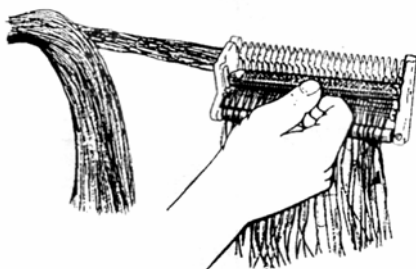

Рис. 6.24. Установка корпуса модуля в сращивающей головке
6.1.23. Корпус модуля срезанным углом влево и от себя уложить в сращивающую головку на основание, в которое заведены жилы, и зафиксировать боковыми прорезами в направляющих плоских пружин (рис. 6.24).